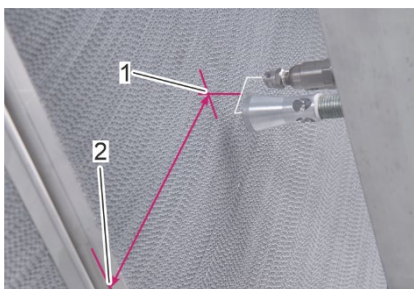

Abbildung 50: Abstand zwischen der Mitte des Düsenpaares und dem Rotorsegment
2. Messen Sie den Abstand zwischen der Mitte des Düsenpaares (Abbildung 50/1) und dem Rand des Rotorsegments (Abbildung 50/2).